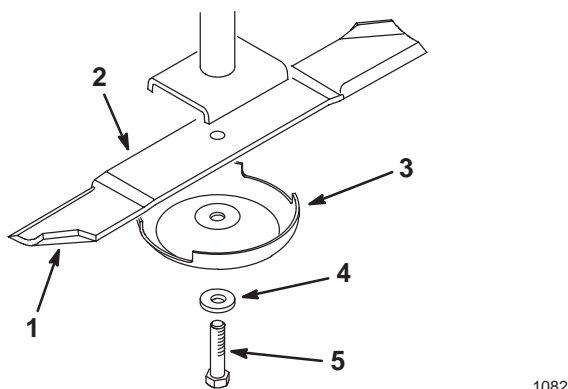
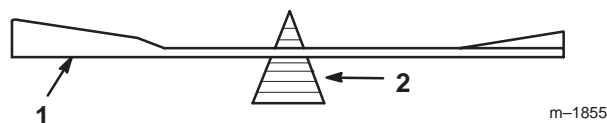

Figure 17
Figure 19
Tenez la lame à son extrémité avec un chiffon ou un gant épais. Sur l'axe de la lame, retirez le boulon, la rondelle de blocage, la coupelle de protection et la lame (Fig. 17).
2. Vérifiez l'équilibre de la lame en la plaçant sur un équilibreur (Fig. 19). Si la lame reste horizontale, elle est équilibrée et peut être utilisée. Si la lame est déséquilibrée, limez un peu l'extrémité de la partie incurvée seulement (Fig. 17). Vérifiez de nouveau et répétez la procédure jusqu'à ce que la lame soit équilibrée.
1. Montez la lame et la coupelle de protection sur l'axe (Fig. 17).
2. Installez la rondelle de blocage et le boulon de fixation (Fig. 17). Serrez le boulon à 115–149 Nm.